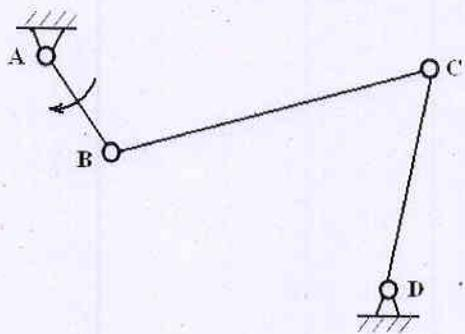

图5 (题三、2图)
2. (15分) 如图 5 所示曲柄摇杆机构, 已知各构件的长度为  $l_{AB}=240\text{mm}$ ,  $l_{BC}=600\text{mm}$ ,  $l_{CD}=500\text{mm}$ ,  $l_{AD}=800\text{mm}$ 。